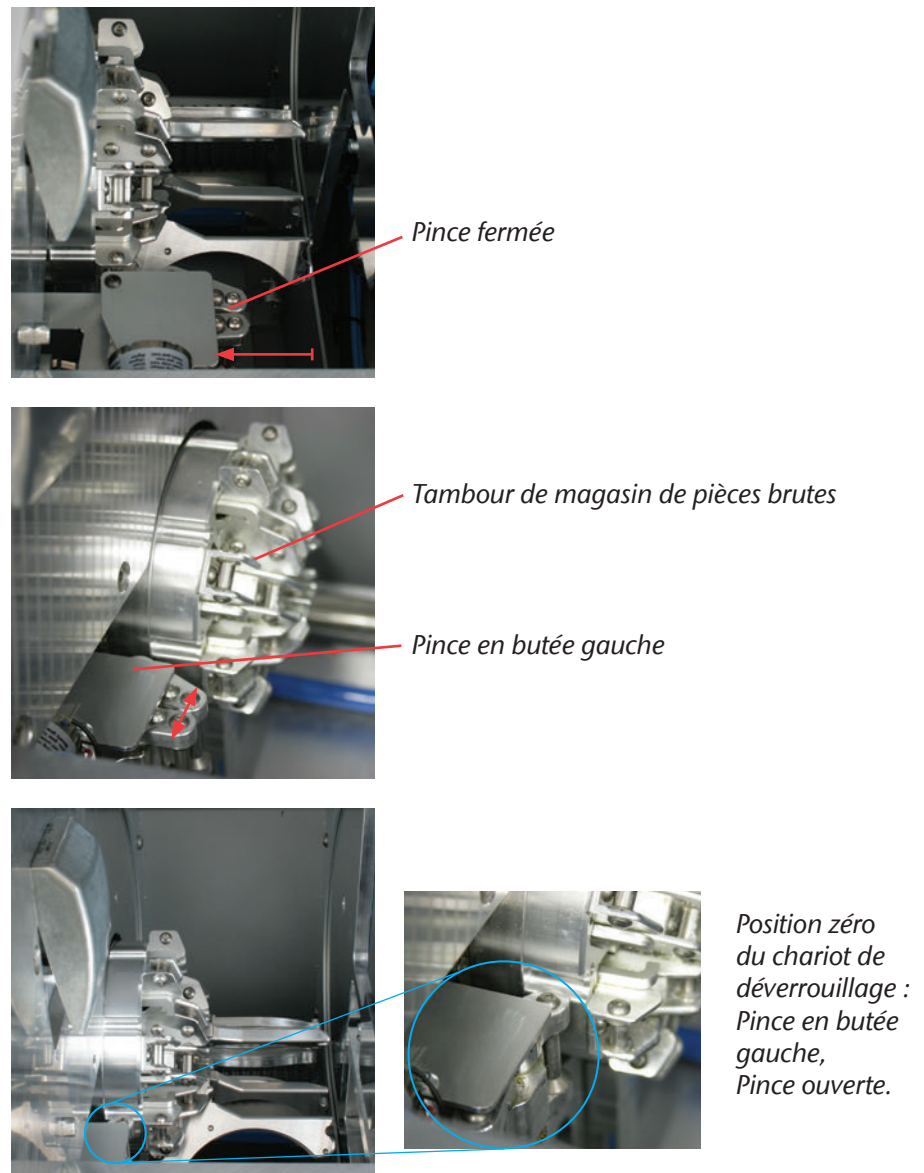

FIGURE 11 : POSITION ZÉRO DU CHARIOT DE DÉVERROUILLAGE
- M6.** Ouvrez la pince et sortez le cadre de pièces brutes s'il n'est pas verrouillé dans le support (voir Figure 11 en page 33).
Poussez la pince en butée à gauche seulement si elle est fermée (voir Figure 11 en page 33) afin d'empêcher que la machine ne soit endommagée.